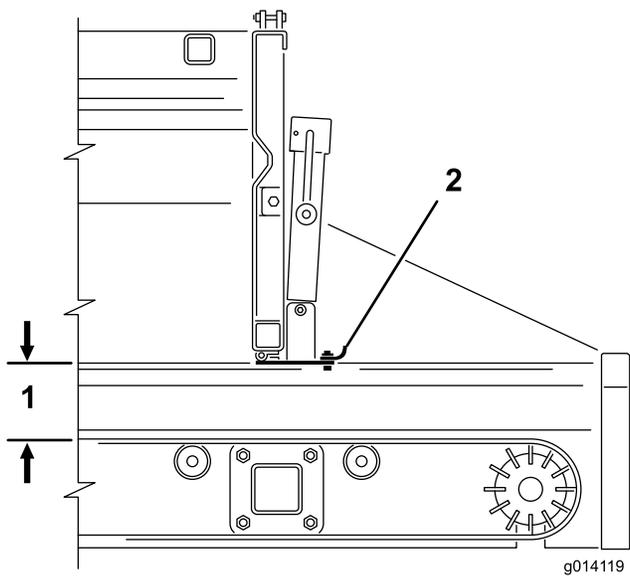

图28
2. 使用千斤顶手柄打开或关闭可调整的尾门部分（图27和图28）。这样在使用附件时，可限制物料的流动。